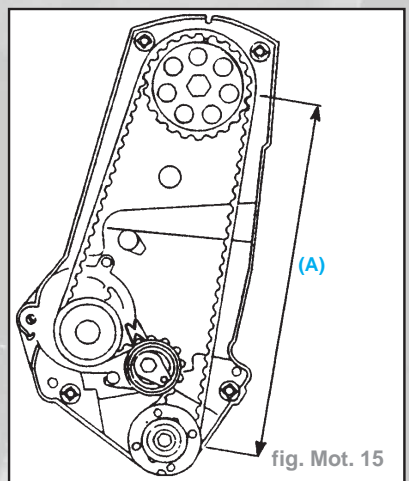

fig. Mot. 15
- Placer la courroie crantée, s'assurer que le côté tirant (A) soit tendu (fig. Mot. 15).